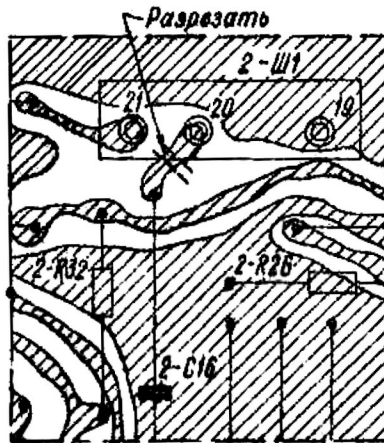

Рис. 2. Печатная плата блока У2
2. Разрезать печатный проводник блока У2, соединяющий конденсатор 2-С16 с контрольной точкой 20 , в соответствии с рис. 2.